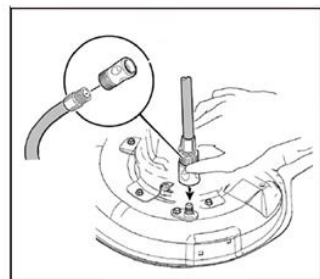

Fig.21
6. Cuplați priza de putere (PTO) pentru a activa lamele de tuns iarbă. Rotirea lamelor și apa vor curăța partea inferioară a platformei. (Fig. 21)